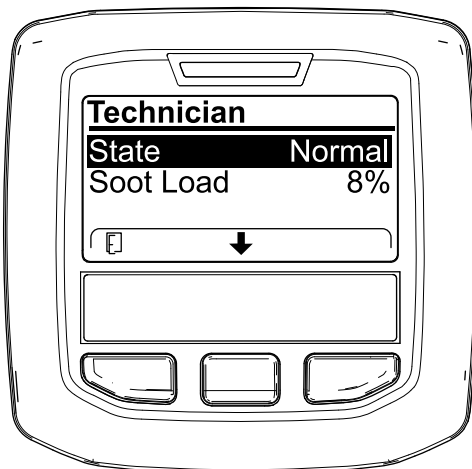

Figura 31
- Utilice la tabla de funcionamiento del DPF para consultar el estado actual del DPF (Figura 31).